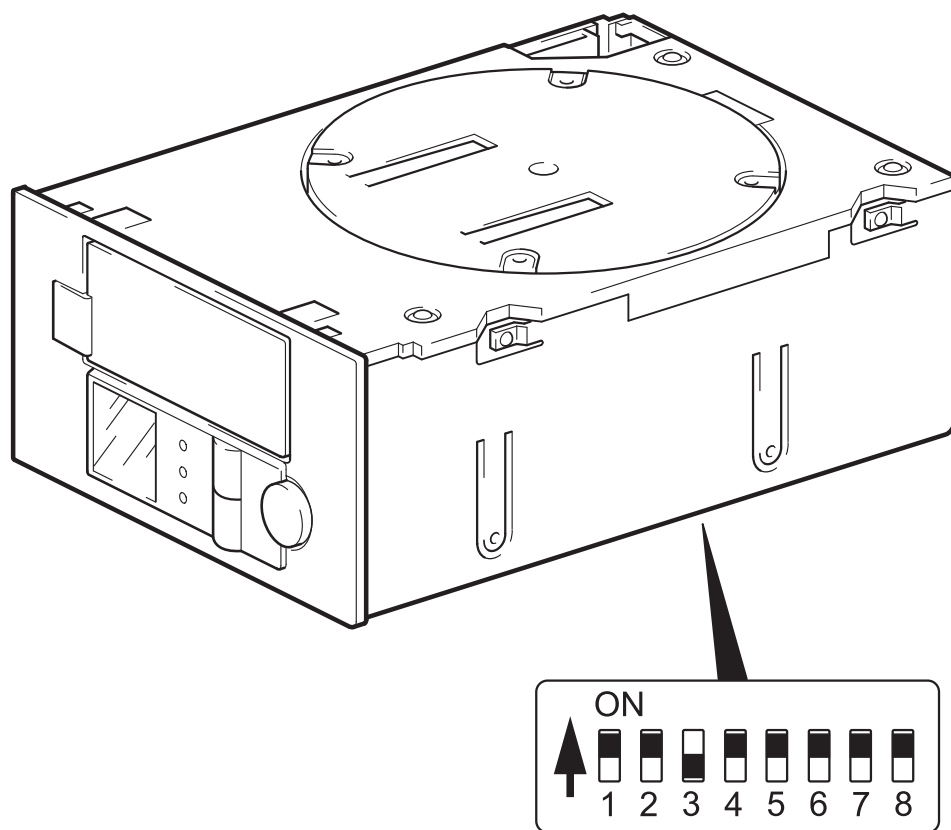

Рис. 5. Переключатели конфигурации (для UNIX)
- 2 При необходимости измените положение переключателей конфигурации снизу автозагрузчика (см. Рис. 5).